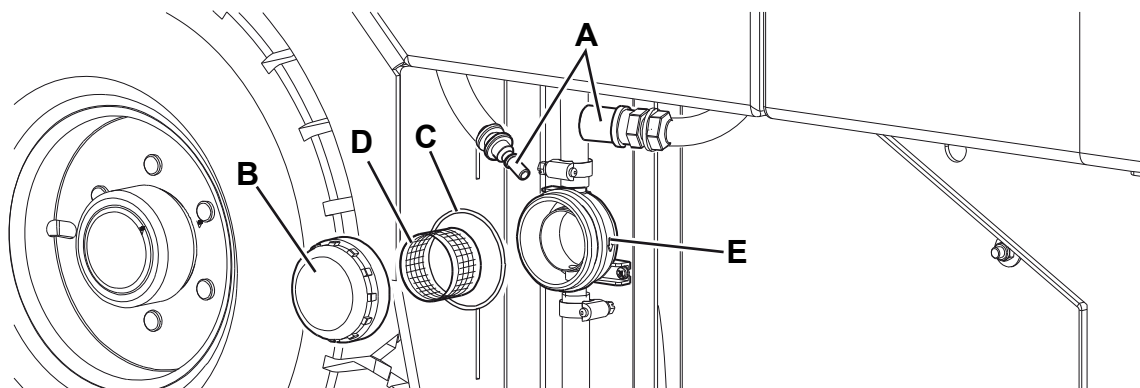

Figure 7
1. Amener la machine sur un sol plat, activer le frein de stationnement et tourner la clé de contact (66) sur «0».
2. Dégager le raccord rapide (A, Fig. 7) du réservoir.
3. Démonter le panneau gauche (2) pour rejoindre le filtre à eau (30).
4. Enlever le couvercle transparent (B) avec le joint (C), puis enlever le filet filtrant (D). Les nettoyer et les reposer dans le support (E).